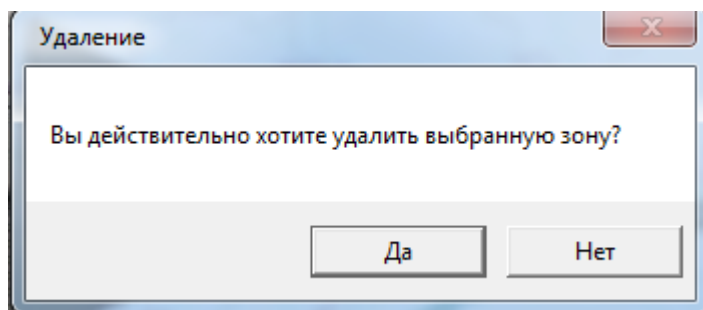

Рисунок 42 – Запрос ПОК на удаление выбранной зоны
1.2.1 Вызвать пункт контекстного меню «Удалить». Программа предоставляет запрос на выполнение операции удаления выбранной зоны (см. Рисунок 42).